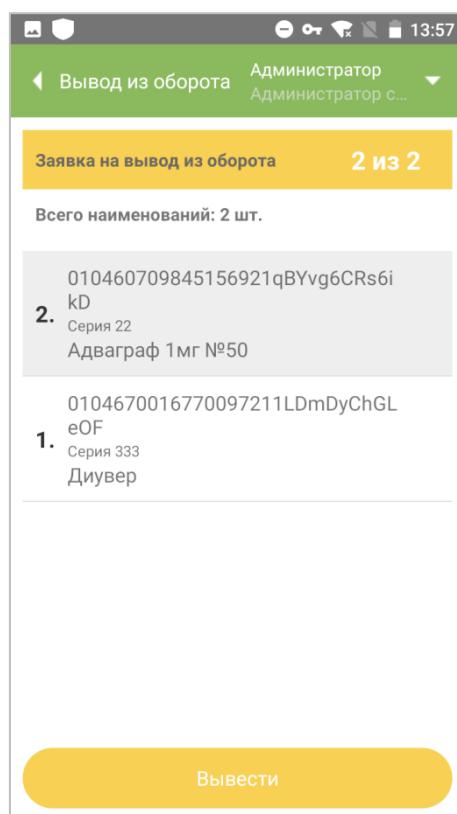

Рисунок 11.15
- 2.3. Продолжить сканировать коды (п. 1.5), которые будут выведены из оборота (Рисунок 11.15). При этом на экране отобразится следующая информация: